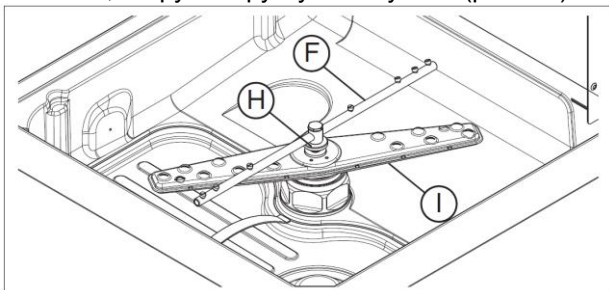

Рис. 32 - Моечные и ополаскивающие рукава
- Демонтировать верхние и нижние рукава «F» и «I», открутив круглую гайку «H» (рис. 32).